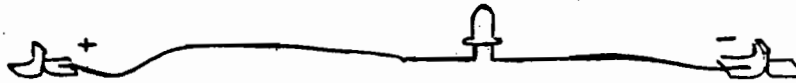

Figura 4
- d) En la conexión de los diodos se debe conectar la pata mas larga al polo positivo y la más corta al polo negativo (Figura 4).